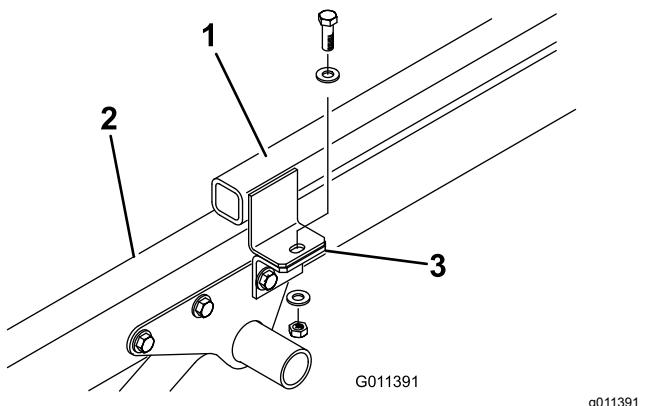

Figura 6
3. Togliete la vite a testa cilindrica, le 2 rondelle piane e il dado di bloccaggio che fissa ogni staffa di attacco alle linguette del telaio d'attacco (Figura 6).